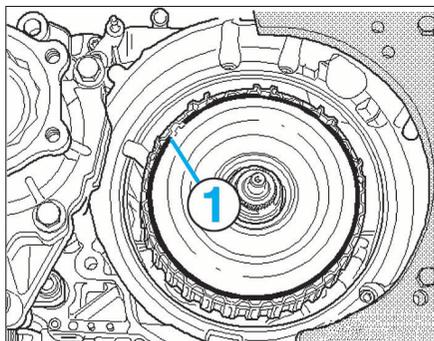

FIG. 10
- le circlip (1) (Fig.10).
- Parmi tous les circlips livrés, choisir celui qui a une épaisseur de 2 millimètres et le mettre en place provisoirement (Fig.10).